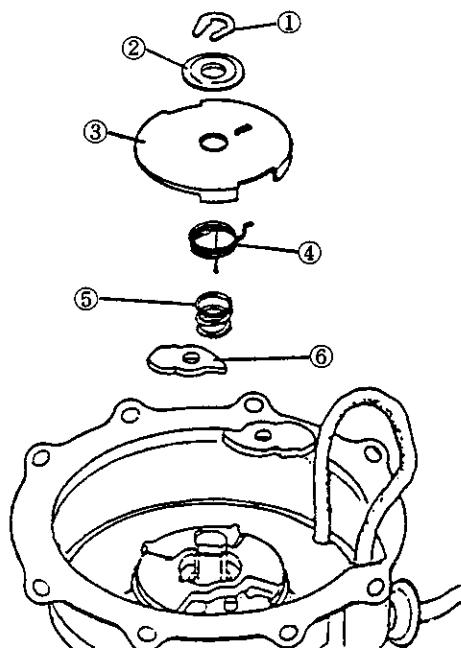

Fig. 9-2
- ③ 部品の取り外しは、Fig 9-2の番号の順に部品を外して下さい。
- ① U型止め輪
- ② スラストワッシャ
- ③ フリクション
- ④ リタンスプリング
④ 部品の組込みはFig 9-2と逆の順に組込んで下さい。